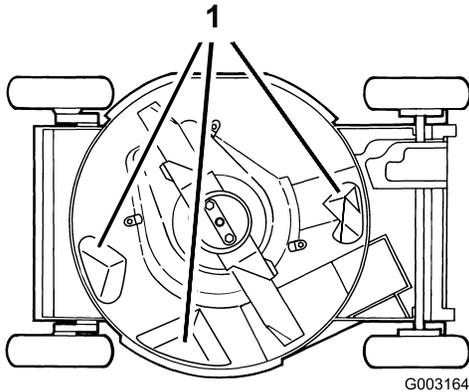

Figure 36
Pour obtenir des résultats optimaux, le dessous du carter de tondeuse doit rester propre. Veillez particulièrement à débarrasser les kickers de tout débris (Figure 36).
5. Enlevez les 2 écrous de la lame, la coupelle de protection, l'accélérateur et la lame (Figure 36).